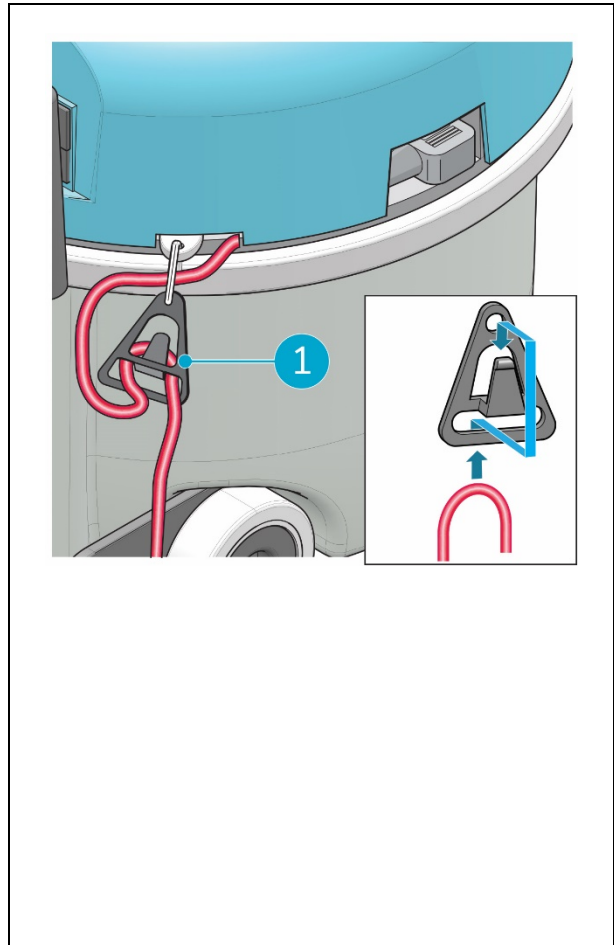

Abbildung 17
1. Prüfen Sie, ob das Netzkabel richtig in der Zulentlastung sitzt (Abb. 17, Pos. 1).